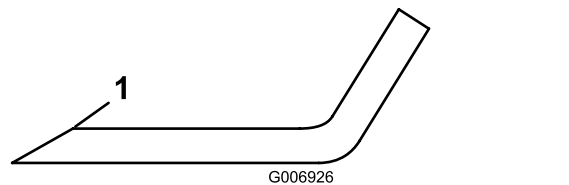

図 74
- 全部のブレードの刃先を丁寧に点検する。刃先に磨耗や欠けがある場合には研磨するが、研磨は刃先の上面だけに行い、刃の元々の角度を変えないように十分注意する 図 74。